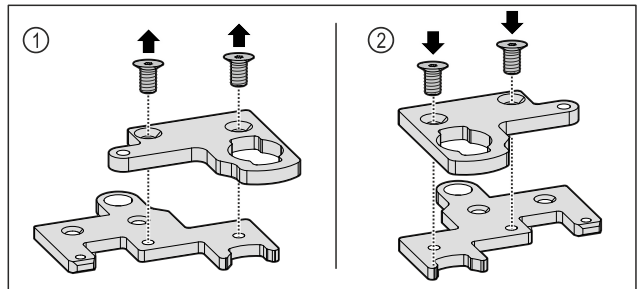

Fig. 29
- Zweiteiligen Scharnierwinkel auseinanderbauen. Fig. 29 (1)
- Zweiteiligen Scharnierwinkel um 180° gedreht wieder zusammenbauen. Fig. 29 (2)